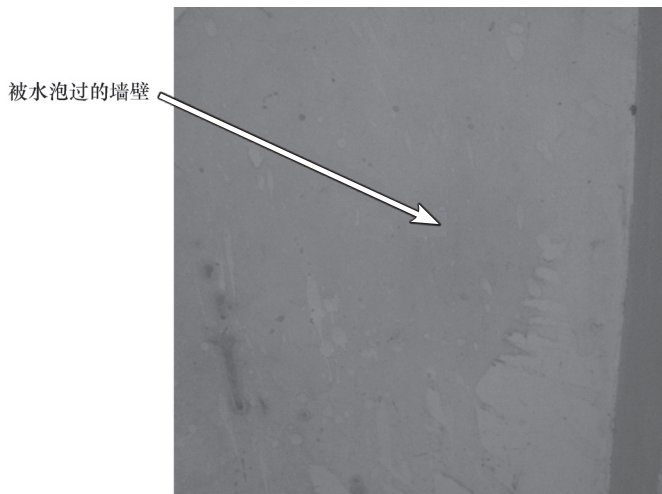

图 7-30 被水泡过的墙壁
1) 墙面从出墙孔一直到地面, 有严重水泡过的迹象, 墙面起皮, 如图 7-30 所示。用户反映, 空调器安装后很少使用, 出去大半年, 回来后墙壁就全部起皮了。